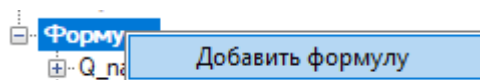

Рисунок 112. Добавление формулы
5. Следующим шагом добавляем формулы в «Конструкторе отчетов». Для этой цели добавляем формулу и присваиваем ей переменную (рисунок 112).